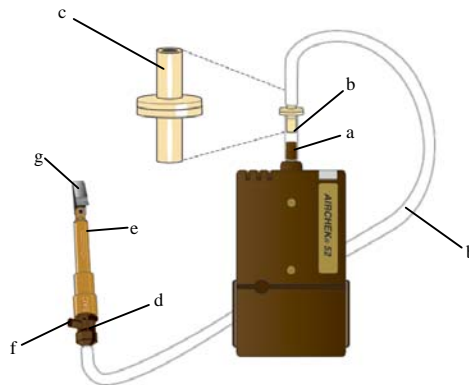

图2
- (1) 设置流速约1.5L/min (见第15页高流量的设置或查证)
- (2) 使用1/4英寸Tygon管连接恒压控制器 (CPC) (图2, #3) 和泵入口 (图2, #1)
- (3) 使用1/4英寸Tygon管连接CPC的入口和单个校准低流量固定器的出口。
- (7) 再可校准低流量固定器上调节校准螺母调节流速（图2 #6）直至流量计显示需要的流量。
- (8) 设定好流量后，按开关键关闭泵，断开流量计。
- (9) 把校定流量的吸附剂管换成用于采样收集的新的未暴露的吸附剂管
- (10) 选择合适的管套将管子套好（图2，#5），在低流量固定器上旋转至合适程度。
使用1/4英寸Tygon管将CPC(图2 第8页)连接到泵入口。